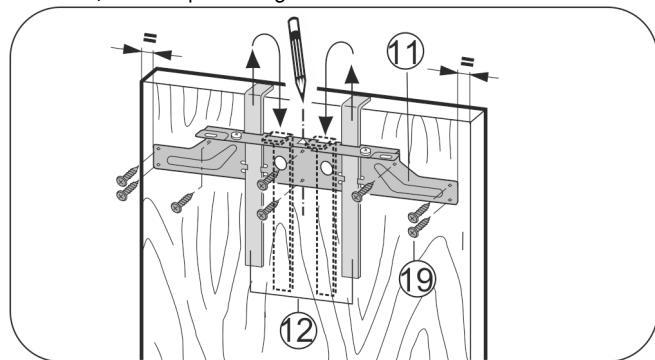

Fig. 18
- ▶ Навесьте крепежную поперечину Fig. 18 (11) с монтажными вспомогательными элементами Fig. 18 (12) на внутреннюю сторону мебельной дверцы.
- ▶ Выровняйте крепежную поперечину Fig. 18 (11) в центре двери.
- ▶ Прикрутите крепежную поперечину Fig. 18 (11) по меньшей мере 6 винтами Fig. 18 (19).
- ▶ Прикрутите крепежную поперечину Fig. 18 (11) 4 винтами Fig. 18 (19) по краю.
- ▶ Вытяните вверх монтажные приспособления Fig. 18 (12), развернув, вставьте их в расположенные рядом приемные отверстия.